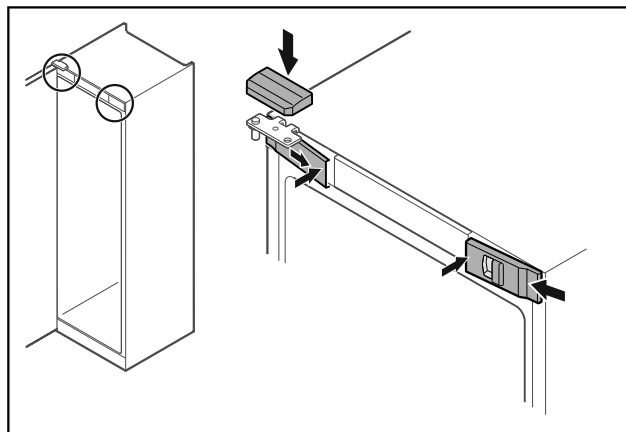

Fig. 35
- ▶ Accrocher les caches avant Fig. 35 (1) par les côtés et les enclencher en appuyant sur l'intérieur.
- ▶ Insérer le cache supérieur Fig. 35 (2) par le haut.